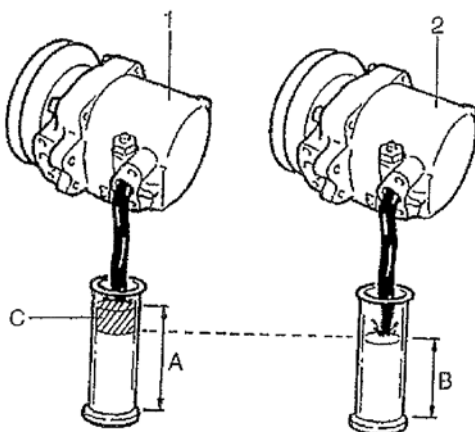

Рис. 9.
“В” - кол-во масла, оставшееся в демонтированном компрессоре (2), см. рис. 9.